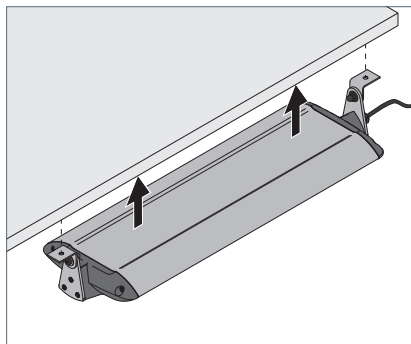

Fig. 1: Montaggio dell'apparecchio d'illuminazione.
- ▶ Montare l'apparecchio d'illuminazione con viti idonee sulla superficie di montaggio e stringere le viti, vedi Fig. 1. Se necessario, utilizzare rondelle.